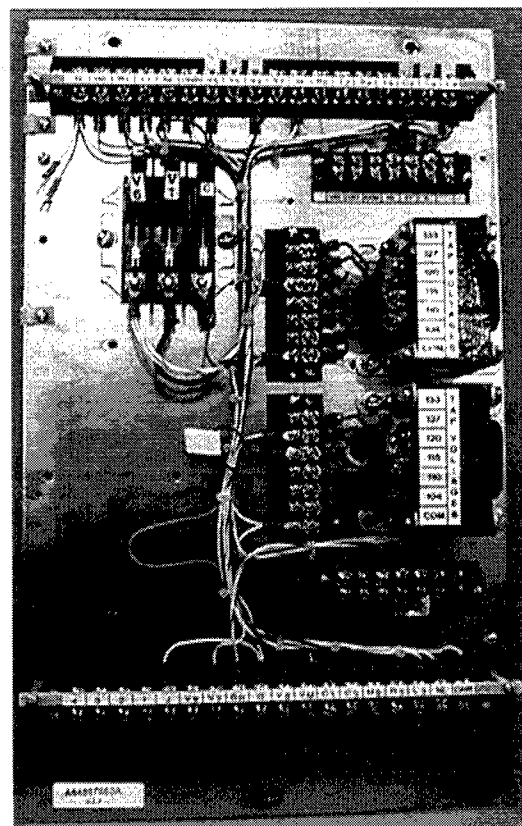

Figura 1-7.
3. Los interruptores de cuchilla en el panel posterior deben estar: el V_1 (interruptor de potencial) (y V_6 si está presente) cerrado (presionado), y C (interruptor de cortocircuito CT) abierto (no presionado). Ver Figura 1-7, página 1-3.
4. Cierre el desconectador fuente-carga (SL). (En aplicaciones Delta solamente).
5. Cierre el desconectador del lado fuente (S).
9. Cierre el desconectador del lado carga (L).
3. Los interruptores de cuchilla en el panel posterior deben estar: V_1 (interruptor de potencial) (y V_6 si está presente) abierto (no presionado), y el C (interruptor de cortocircuito CT) cerrado (presionado). Vea la Figura 1-7.